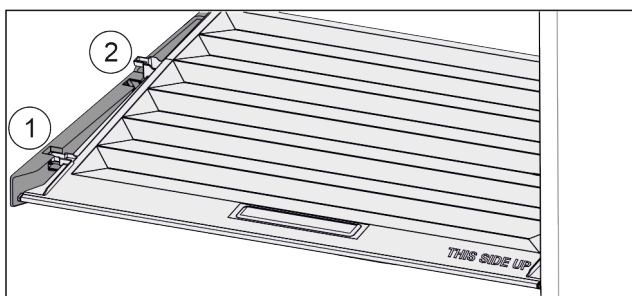

Fig. 27
- Издърпайте напред Fig. 27 (1) капака до отвора в задържачите части.
- Повдигнете го отзад отдолу и отстранете Fig. 27 (2) нагоре.